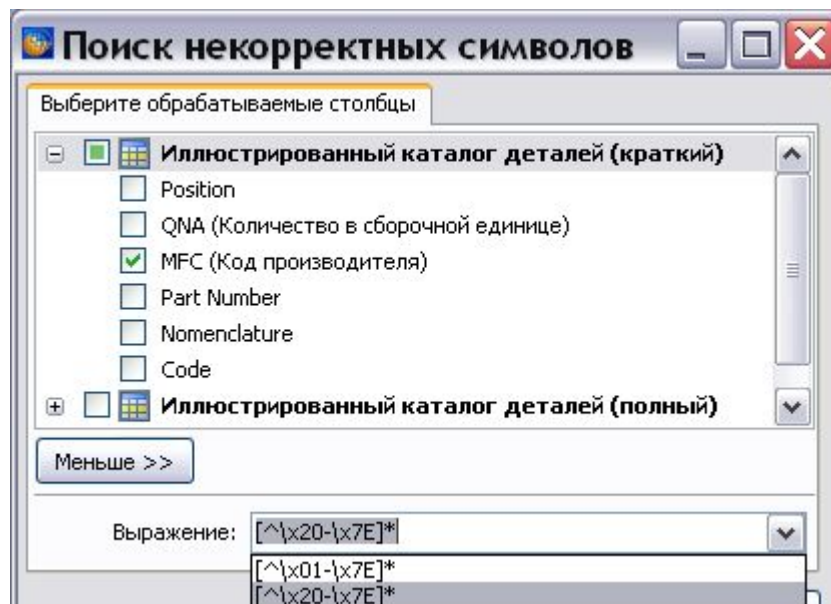

Рис. 8.228
5. Нажмите на кнопку **Больше >>** и выберите из раскрывшегося списка выражение для поиска (Рис. 8.228). Выражение  $[\^{\backslash}x01-\backslash{x7E}]^*$  означает, что будут искаться все символы, кроме английских. Выражение  $[\^{\backslash}x20-\backslash{x7E}]^*$  означает, что будут искаться все символы, кроме английских и спецсимволов.